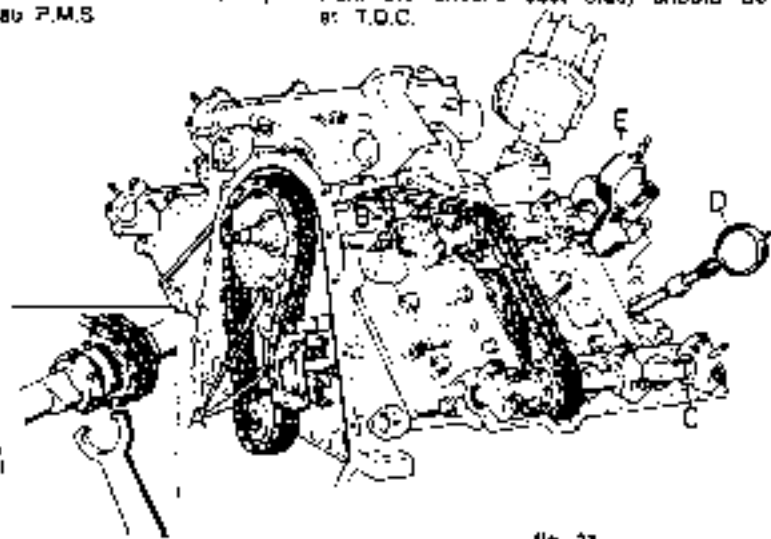

fig. 31
In caso di smontaggio del motore, per ottenere la giusta faseatura, procedere come appresso indicato. Ruotare l'albero a manovella fino a fare coincidere i denti segnati da uno (0) sull'ingranaggio distribuzione e sull'albero a manovella, con i relativi contrassegni (0) sul frontale basamento (fig. 31/A).
En cas de démontage du moteur, pour obtenir une mise en phase correcte, opérer de la façon suivante: faire tourner l'arbre à manivelle jusqu'à ce que les dents marquées par un (0) sur l'engrenage de distribution et sur l'arbre à manivelle coïncident avec les marques (0) correspondantes sur le monobloc (fig. 31/A).
Rotate the crankshaft so as to bring the teeth marked with 0 on the timing gear on the crankshaft into line with the related matching marks 0 on the front of crankcase (A, fig. 31).
In caso di smontaggio di una delle due teste assicurarsi che lo zero (0) segnato sull'albero centrale sia visibile in corrispondenza dell'uscita del cingolo (Fig. 31/B) con il pistone numero uno al P.M.S. nel caso che lo zero (0) non fosse visibile ruotare il motore di 360°.
Trovate queste coincidenze si può procedere al montaggio degli assi a camme facendo attenzione che i segni su di essi combacino con quelli stampigliati sui supporti (Fig. 31/C).
Au cas où l'on démonterait une des deux culasses s'assurer que le zéro (0) marqué sur l'arbre central soit bien visible en correspondance de la sortie de la chaîne (Fig. 31/B) avec le piston n. 1 au P.M.S., au cas où le zéro (0) ne serait pas visible, tourner le moteur de 360°.
Une fois que les coïncidences ont été trouvées, on peut passer au montage des axes à cammes en faisant bien attention à ce que les marques de ceux-ci coïncident avec celles estampillées sur les supports (Fig. 31/C).
When removing one of the two heads make sure that mark 0 on the central shaft can be spot at the exit of chain (B, Fig. 31) with piston No 1 at T.D.C. in case mark 0 cannot be spotted, rotate engine 360°.
When these coincidences are achieved, proceed to the assembly of camshafts making sure that marks stamped on them are aligned with those on the supports (C, Fig. 31).
misuratore micrometrico sul foro della sua candela (fig. 31/D) (testa sinistra) e con i lobi degli assi a camme nella posizione indicata in (fig. 31/C) rivolti verso l'esterno. Si fissa un altro misuratore micrometrico in corrispondenza del bicchierino della valvola del cilindro numero uno (fig. 31/E), indi ruotare l'asse a camme fino che la valvola di aspirazione sia aperta di mm 2,2 e la valvola di scarico di mm 1,3. Analoga operazione dovrà essere fatta sulla testa opposta, tenendo presente che i lobi degli alberi a camme dovranno essere rivolti verso l'interno e che gli strumenti di misurazione dovranno essere posti sul cilindro numero sei.
Fare attenzione alla segnatura sugli assi a camme (fig. 31/C).
Pour trouver le P.M.S. du cylindre numéro un, fixer au moyen d'instruments spéciaux, un mesureur micrométrique sur le orifice de sa bougie (fig. 31/D) (culasse gauche), les lobes des axes à cammes ayant la position indiquée sur la (fig. 31/C), tournée vers l'extérieur.
Fixer un autre mesureur micrométrique en correspondance de l'emboîtement de la soupape du cylindre numéro un (fig. 31/E) et faire tourner l'axe à camme jusqu'à ce que la soupape d'admission ait une ouverture de 2,2 mm et la soupape d'échappement une ouverture de 1,3 mm. La même opération devra être effectuée sur la culasse opposée, en tenant compte du fait que les lobes des arbres à cammes devront être tournés vers l'intérieur et que les instruments de mesure devront être placés sur le cylindre n. 6.
Faire attention aux marques sur les axes à cammes (fig. 31/C).
By means of the proper tools fix a micrometric gauge in the spark plug hole (fig. 31/D), left hand head, and with camshafts in the position indicated in (fig. 31/C). Fix an other micrometric gauge in correspondance of the valve gap of cylinder No. 1 (fig. 31/E), then turn camshaft till intake valve is mm 2.2 open and exhaust valve mm 1.3. Same operation should be carried out on the opposite head, keeping in mind that position of camshafts should be in opposite position in respect of (fig. 31/C) and that gauges should be face on cylinder No. 6. Pay attention to the marks on camshafts (fig. 31/C).